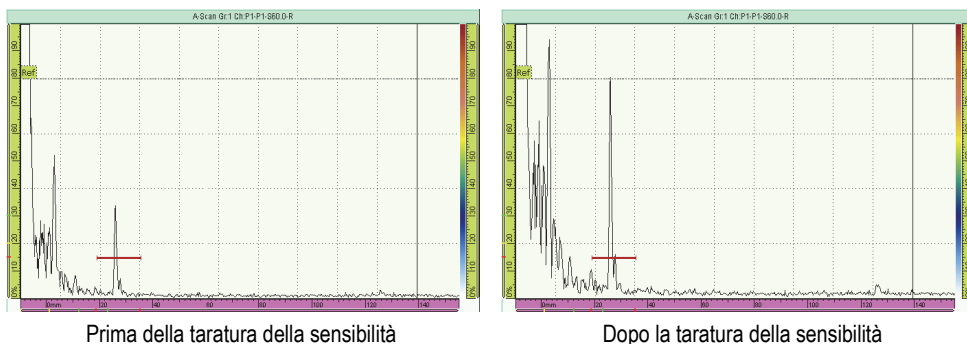

Figura 5-13 Segnale del riflettore di riferimento prima e dopo la taratura della sensibilità
3. Selezionare **Config. UT > Avanzato > Ampiezz. di rif.** ed in seguito inserire il valore dell'ampiezza di riferimento (80% per l'esempio nella Figura 5-13 a pagina 151).
La Figura 5-13 a pagina 151 mostra il segnale del riflettore di riferimento prima e dopo l'utilizzo del parametro **Config. a XX.X%**.